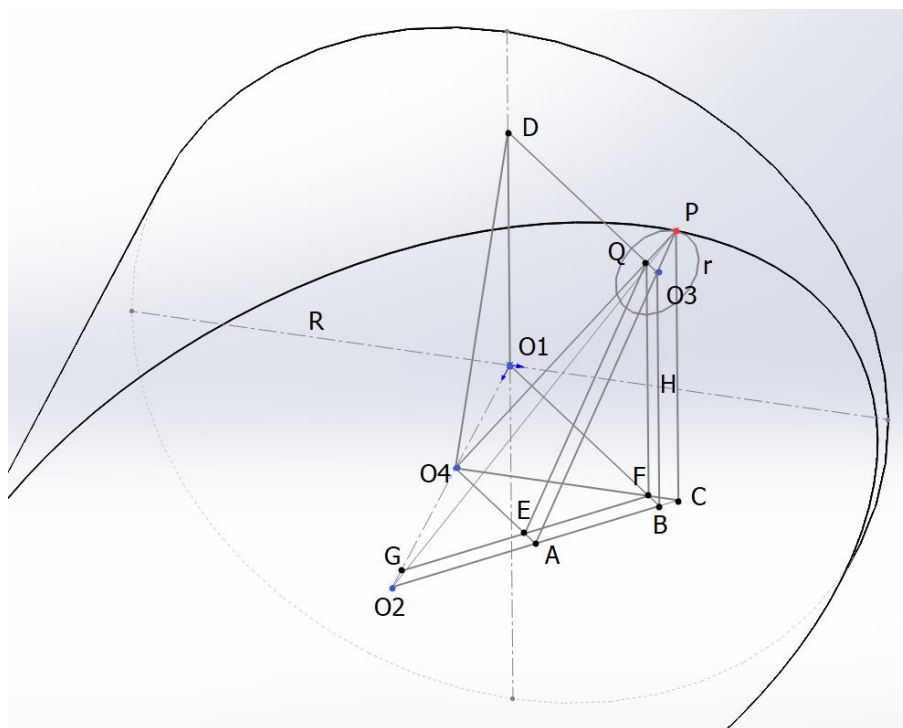
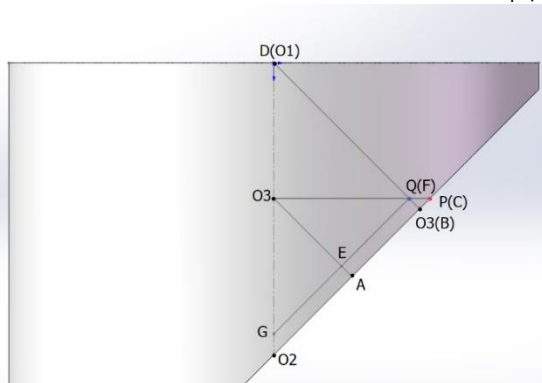
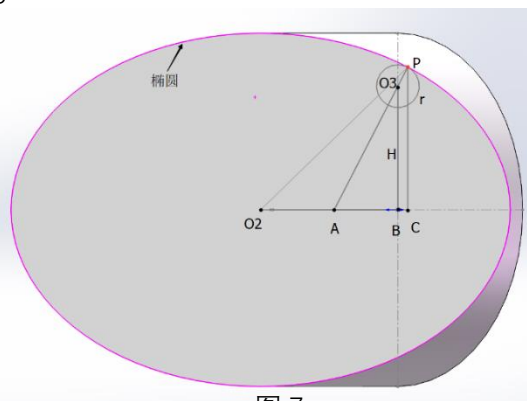

图 5
图 6
图 7
3、寻找到了小胶轮截面圆，便开始构建各种几何关系，从而得到了图 5 的几何关系图。图 6 和图 7 分别是图 5 的俯视图和正视椭圆面的图形，以供参考。